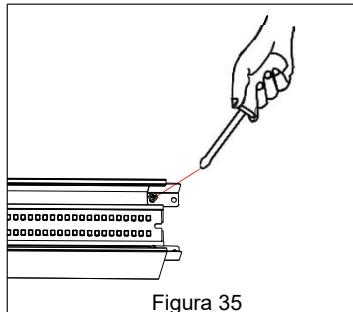

Figura 35
5. Aprieta el tornillo de cada deflector. *Ver Figura 35.*